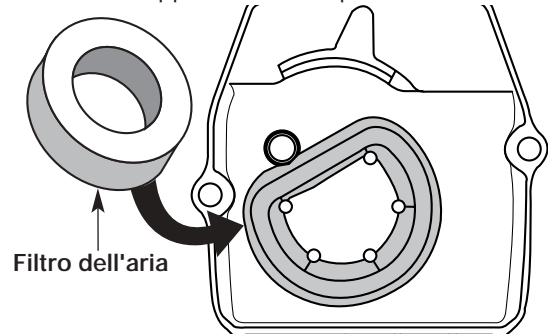

Fig. 22
2. Togliere il filtro dell'aria posto nella parte posteriore del carter del filtro dell'aria/tubo di scappamento (Fig. 22).
6. Sostituire il filtro dell'aria nel carter del filtro dell'aria/tubo di scappamento (Fig. 22).